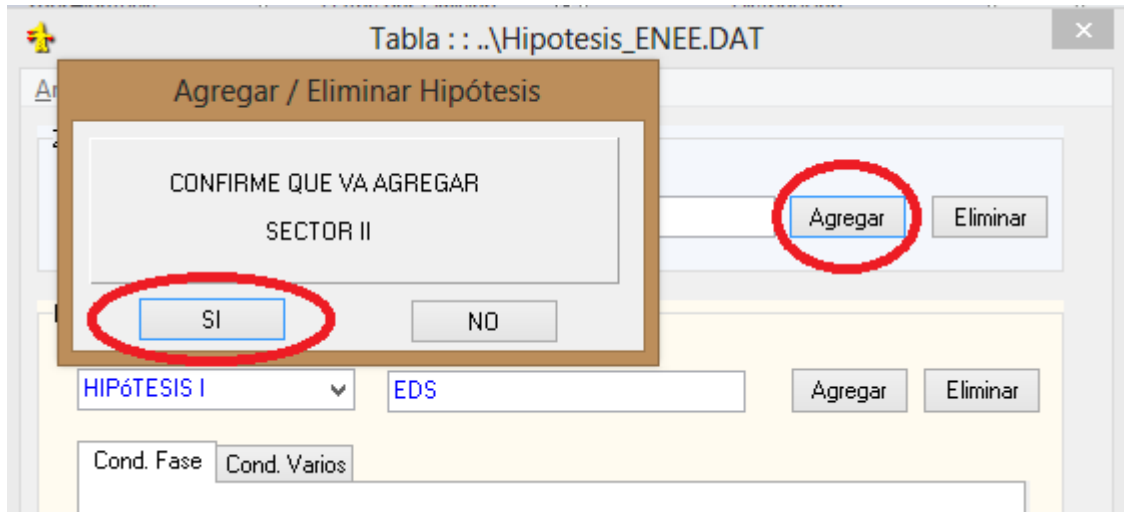

Fig. 7.2
- Use el botón <Agregar> para agregar un nuevo Sector y confirmar <Si>. (Ver Fig. 7.2)